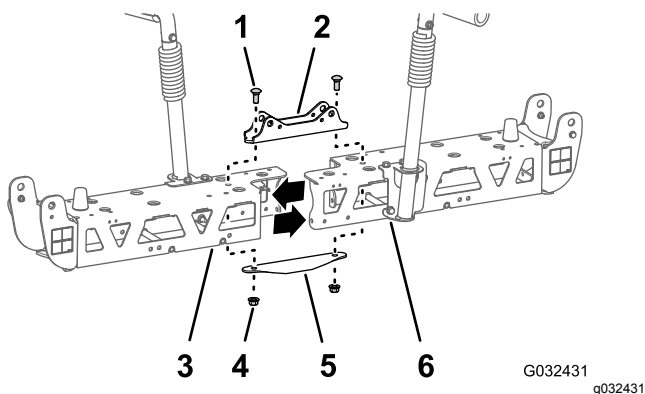

Figura 51
2. Rimuovete i 2 bulloni a testa tonda (1/2" x 1 1/4") e i 2 dadi di bloccaggio (1/2") che fissano il supporto stretto del cilindro, i telai delle travi di sinistra e di destra e la piastra di ancoraggio stretta (Figura 51).